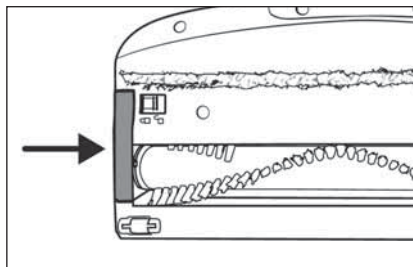

Fig. 29
- 6) Sæt børsterulleholderen ⑳ ind i gulvbørsten ㉒ igen. Tryk den ned, indtil den klikker hørbart på plads i gulvbørsten ㉒ (se fig. 29).